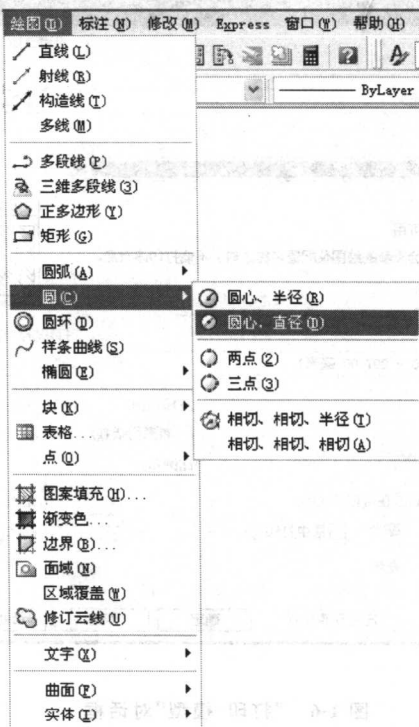

图 1-5 AutoCAD 2006 下拉菜单
在下拉菜单栏中,单击某一选项后,弹出下拉菜单,如图 1-5 所示。利用下拉菜单可执行 AutoCAD 2006 的大部分命令。
- 1) 若某个选项右面有“▶”标记,选择该选项将弹出下一级菜单,即级联菜单(图 1-5),继续进行选择,可以完成选取的择项操作。